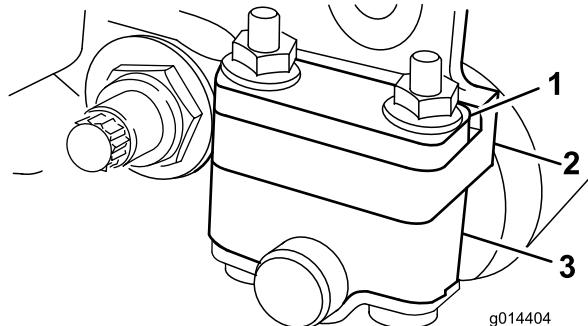
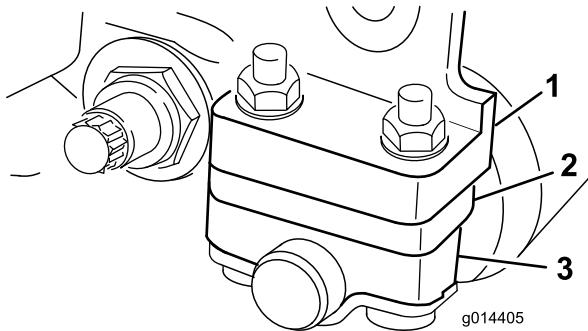

Bild 6
Bild 7
Abhängig von dem gewünschten Schnithöhenbereich, müssen Sie die Heckrollenhalterungen (Bild 6 oder Bild 7) auf die niedrige oder hohe Stellung verstetzen:
- Positionieren Sie das Distanzstück über den Montageflansch der Seitenplatte (Werkseinstellung), wenn der Schnithöhenbereich zwischen 1,6 mm und 6,4 mm liegen soll (Bild 6).
Schnitthöhenbereich zwischen 3,2 mm und 25 mm liegen soll (Bild 7).
4. Legen Sie die Distanzstücke je nach Bedarf über oder unter den Rollenhalterungen auf die Schrauben (Bild 6 oder Bild 7).